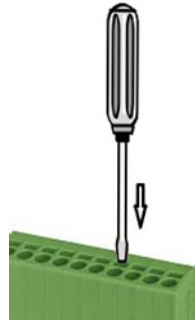

Abbildung 4
- Drücken Sie mit einem geeigneten Gegenstand (z. B. einem kleinen Schraubendreher) den internen Hebel direkt über der Klemme (kreisrunde Öffnung) nach unten (siehe Abbildung 4).